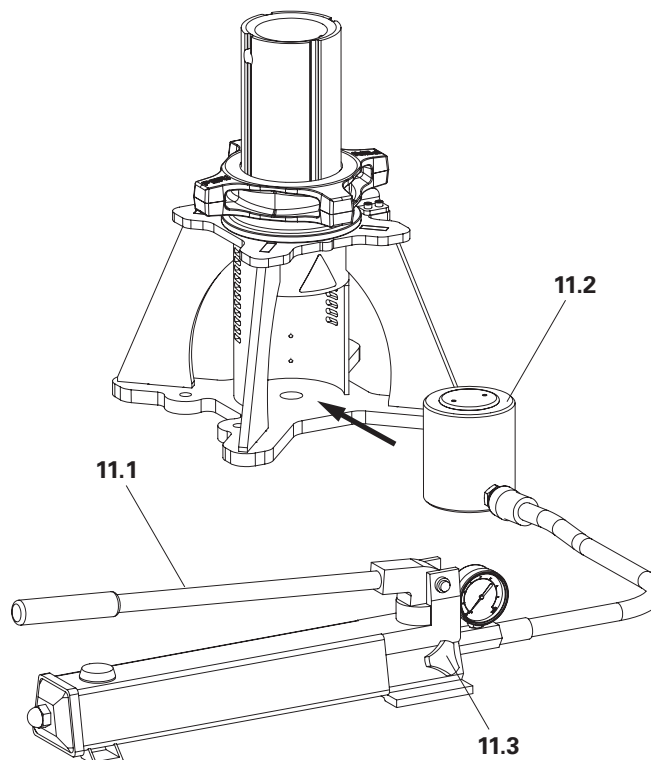

Fig. A5.01
- La valvola della pompa (11.3) è chiusa. (Fig. A5.01 + A5.02)